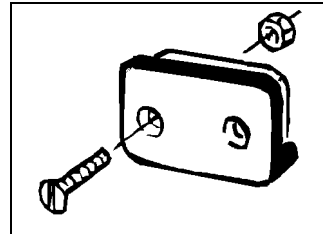

Fig. 7
1. Fissare il supporto (Fig. 7) dell'elaboratore nella cabina del trattore.